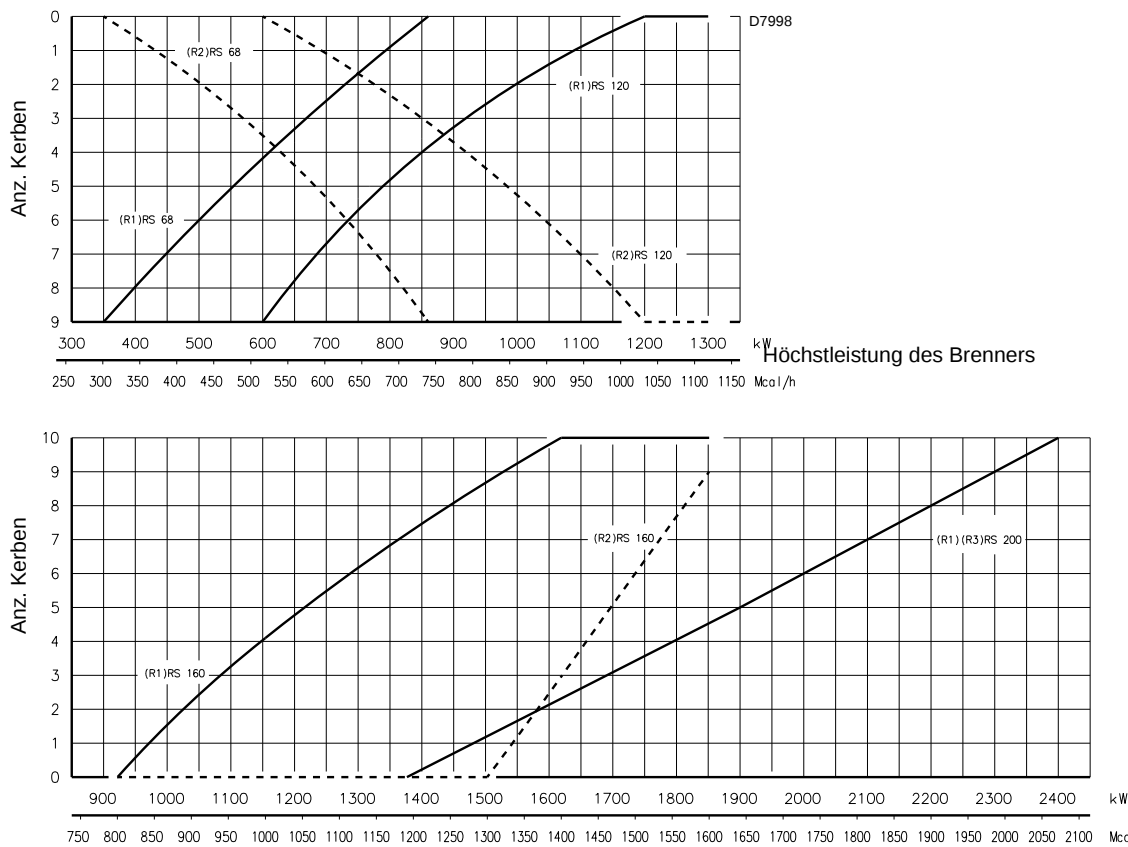

Abb. 17
Finden Sie im Diagramm von Abb. 17 die Kerbe, auf die sowohl die Luft- als die zentrale Gas-/Luftzufuhr eingestellt werden.
Aus dem Diagramm von Abb. 17 gehen die möglichen Einstellungen dafür hervor:
- Flammkopf gemäß Diagramm von Abb. 17 eingestellt